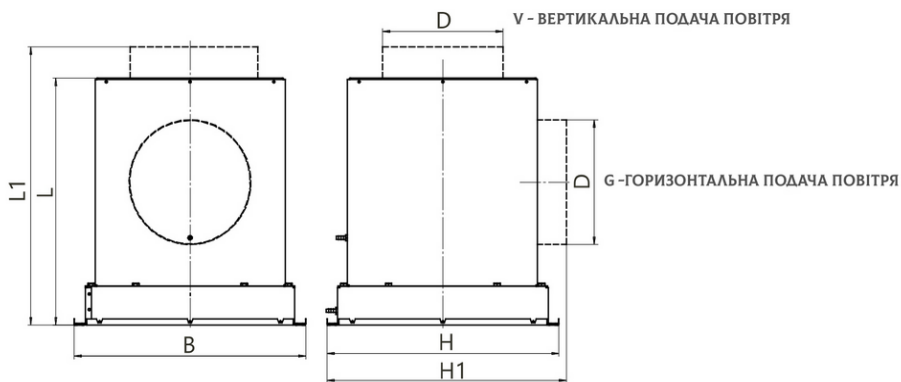

Рисунок 1. Загальний вигляд боксу
**3.2** Подача повітря до BOX-HEPA може бути вертикальною або горизонтальною (рис. 1).